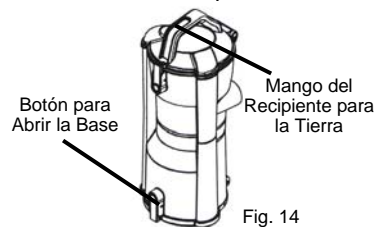

Fig. 14
1. Para vaciarlo, sostenga el recipiente por la manija sobre un cesto de basura y presione el botón que está en el frente para desatrarle la parte de abajo. (Fig. 14)